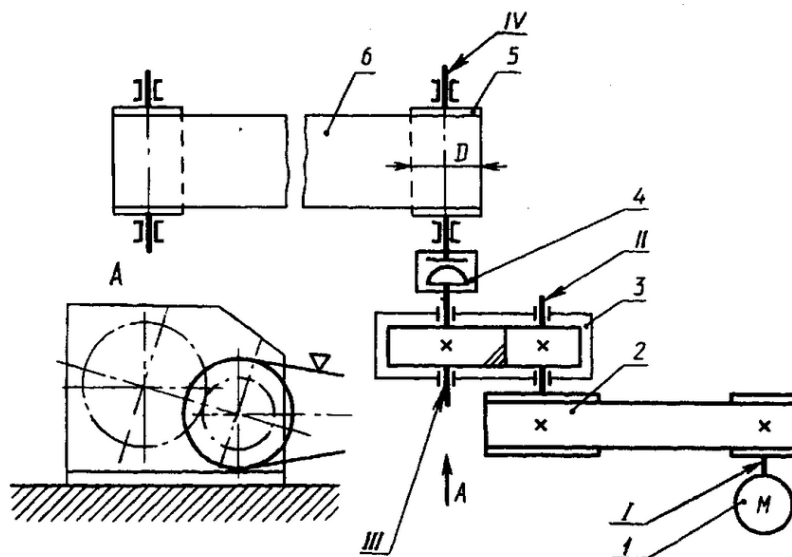

Рис. 1. Кинематическая схема привода к ленточному конвейеру:
3. Исходные данные для проектирования (табл. 1, рис. 1).